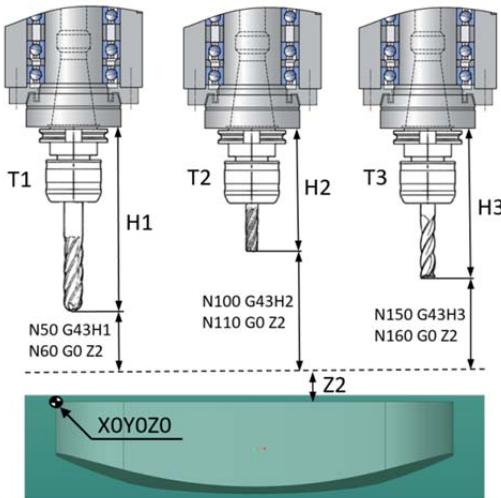

Рис. 13.1. Параметры коррекции на длину инструмента
Перед началом обработки оператор должен измерить длину каждого из инструментов, использующихся в программе, и ввести числовые значения длин в соответствующие регистры компенсации длины инструмента (или в таблицу инструментов). Смещение базовой точки шпинделя на величину длины инструмента (H) называется компенсацией длины инструмента (рис. 13.1).